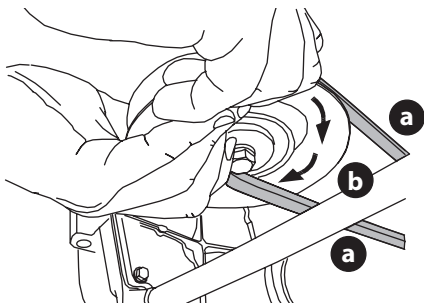

Figura 47
- d. Mientras sostiene la correa de la PTO (a) hacia abajo, siga girando la polea de la PTO (b) hasta que la correa de la PTO (a) se deslice fuera de la polea (b) (Figura 47).
- Mientras sostiene la correa y la polea de la PTO juntas, gire la polea de la PTO hacia la izquierda (Figura 47 en la página 69). Siga sosteniendo y rotando la polea de la PTO y la correa de la PTO hasta que la correa de la PTO se enrolle totalmente en la polea de la PTO.